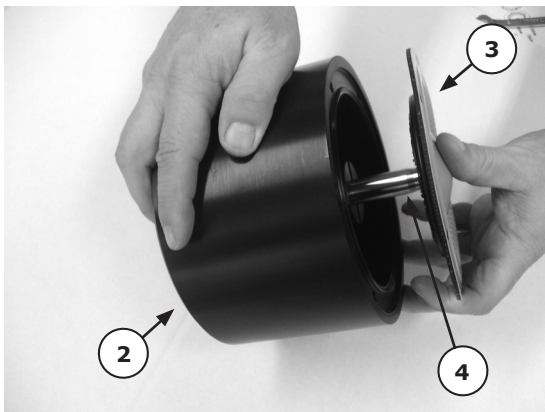

Abbildung 5
Schrauben Sie die Membran (3) auf die Membranachse (4) und schieben Sie die Achse vorsichtig in den Luftabschnitt (2) hinein (siehe Abbildung 5).